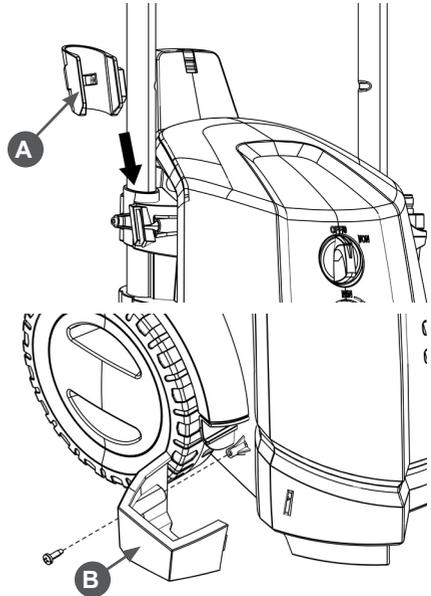

Рис. 2 Установка держателей для пистолета
2. Установите верхний (А) и нижний (В) держатели для пистолета (Рис. 2).